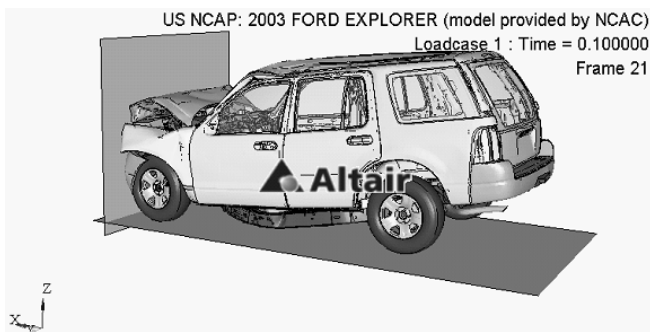

图 13-73 观察动作时图片变化
(12) 播放模型动画，观察模型动作时图片的变化，如图 13-73 所示。